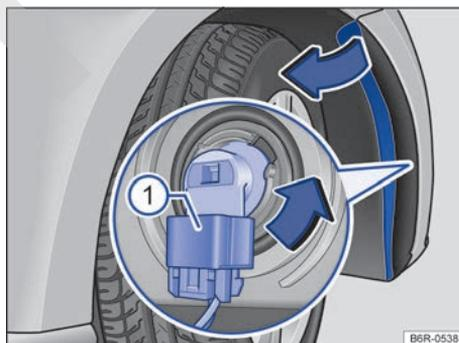

Fig. 117 Sustituir la bombilla del farol.
6. Desencajar el conector de alimentación de la lámpara → fig. 117 (1), presionar al mismo tiempo, la traba de fijación del conector.
7. Girar el portalámparas → fig. 117, en el sentido antihorario de la flecha hasta el batiente y desencajarlo del alojamiento.
12. Encajar el conector de alimentación → fig. 117 (1) en el portalámparas. El conector debe encajar de forma audible.